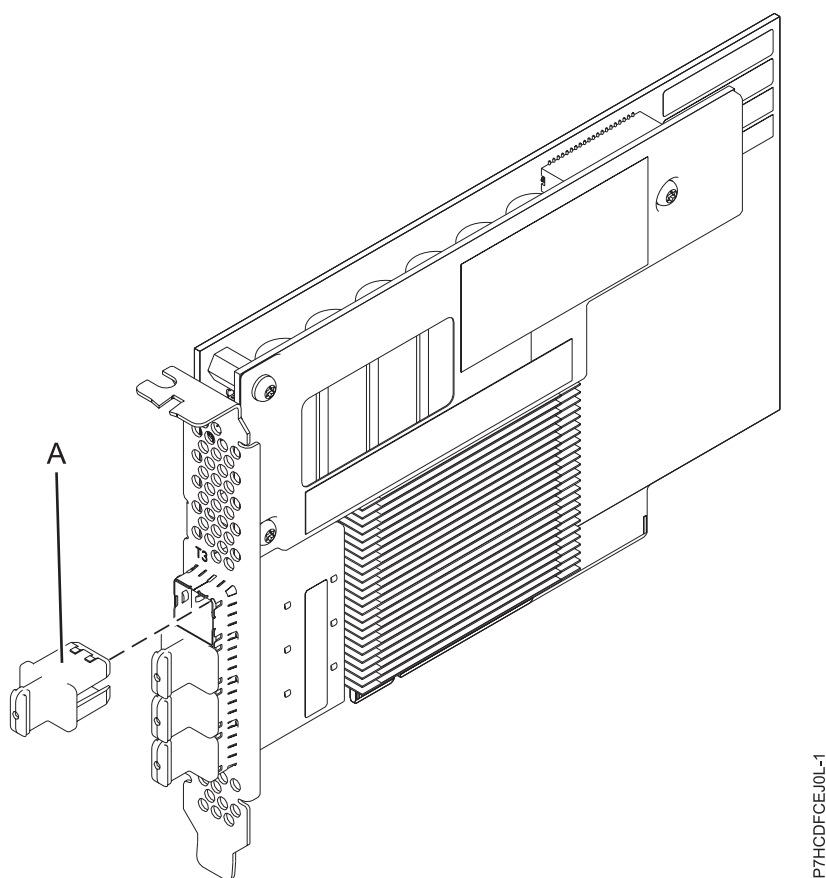

Figure 20. Carte PCIe3 avec cache SAS RAID de 12 Go, 6 Go.
La figure 20 présente la carte PCIe3 avec cache SAS RAID de 12 Go, quatre ports, 6 Go. Le capuchon du connecteur (A) est installé dans un port vide et empêche que ce port ne soit endommagé lorsqu'un câble d'un connecteur de port adjacent est branché ou retiré.
La carte FC EJ0L est une carte courte, de largeur simple, pleine hauteur. La figure 20 présente la carte FC EJ0L. Chaque carte FC EJ0L requiert la présence d'une autre carte FC EJ0L sur ce serveur, ou sur un autre serveur, pour opérer en paire avec la carte SAS RAID et activer la fonctionnalité de cache et les autres fonctions haute disponibilité, multi-initiateurs (adaptateur d'E-S de stockage double).